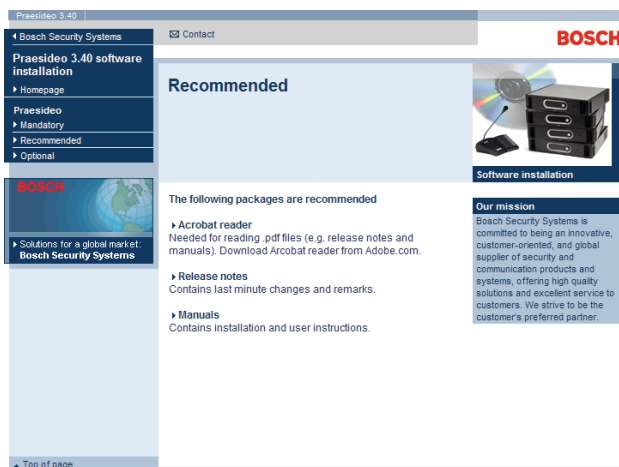

figura 38.1: Página de paquetes de software recomendados
- 2 Pulse el vínculo *Recommended*. Se mostrará una pantalla similar a la indicada en figura 38.1.